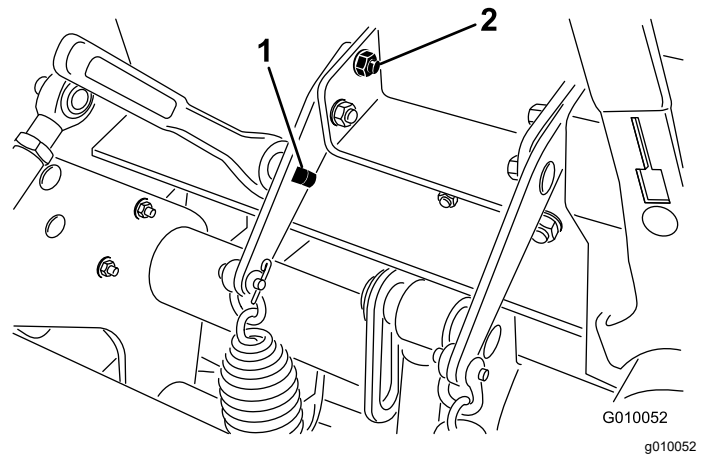

Figura 28
3. Introduzca una llave de carraca de 1/2" en el orificio cuadrado del soporte del muelle (Figura 28)